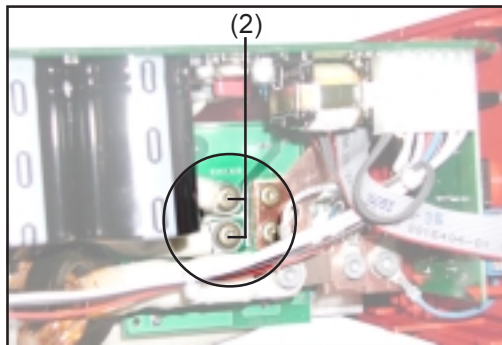

Abb.19 Trafoleitungen an der Sekundärdiode lösen
- Schrauben M4x20 (TX20) (2), mit Tellerfedern, lösen (Abb.19)
- Schrauben (2) mit Tellerfedern entfernen